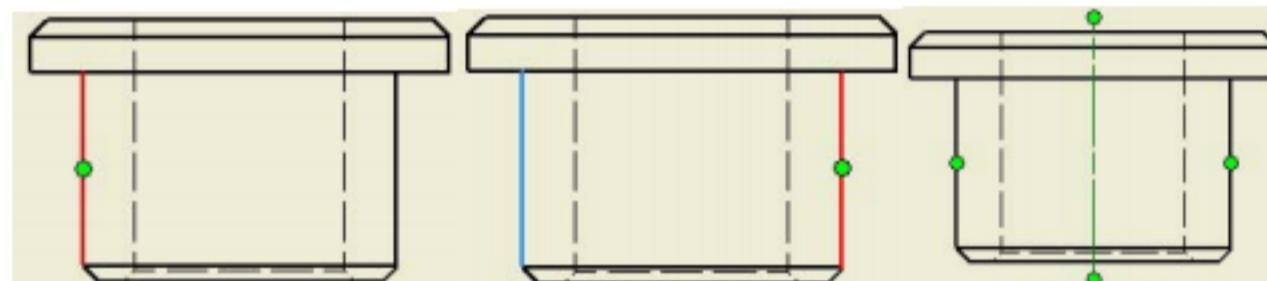

图5-48 对分中心线
3) 对分中心线：用于创建将两条线对分的中心线。单击“对分中心线”图标按钮。在视图上依次选择第一条直线和第二条直线，如图5-48所示。